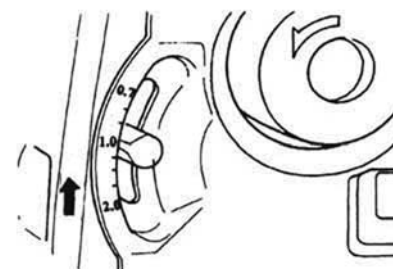

Bild 45
- Ställ in differentialtransportspaken ❹ på ett läge under 1,0 (bild 45). Den exakta inställningen beror på materialet och på hur stor vågeffekt man vill ha. Sy därför alltid en provsöm för att testa inställningen.
- Håll försiktigt fast sömmen framför och bakom pressarfoten ❷ för att hålla tyget spänt.